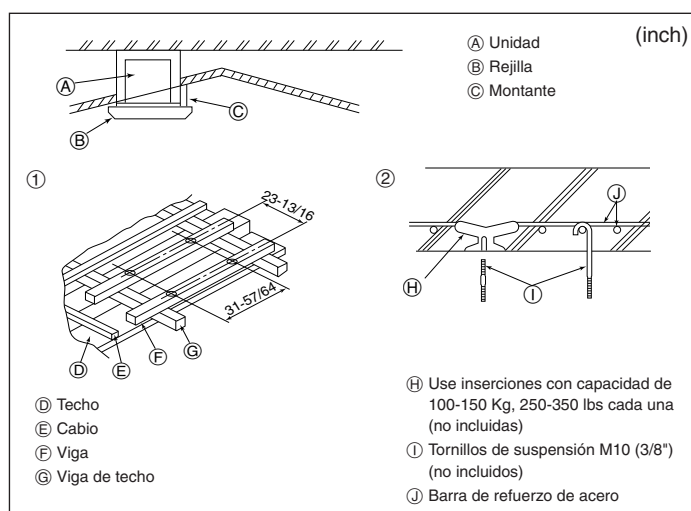

Fig. 3-5
3.5. Estructura de suspensión (Refuerzo de la estructura de suspensión) (Fig. 3-5)
① Estructuras de madera
② Estructuras de hormigón armado